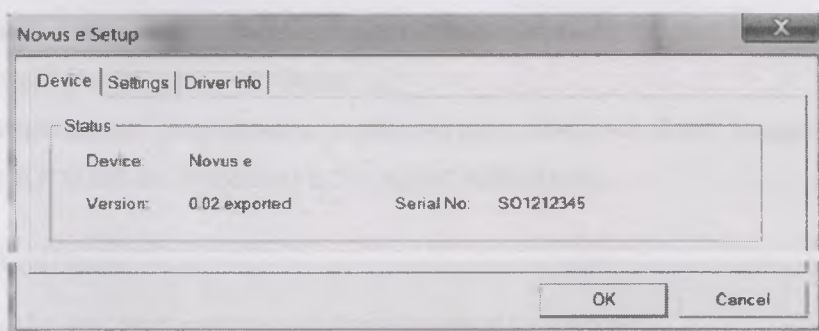

Рисунок 55
8.5.1.3 Появится окно **Настройки (Novus e Setup)** (см. рисунок 55).